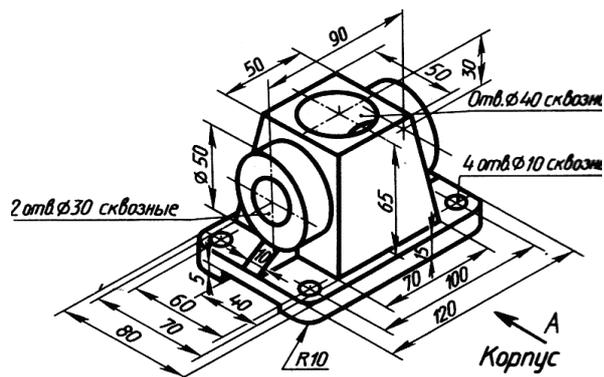

Рисунок 8 – Исходные модели для выполнения задания
1. Выбрать задание по своему варианту (рис.8);